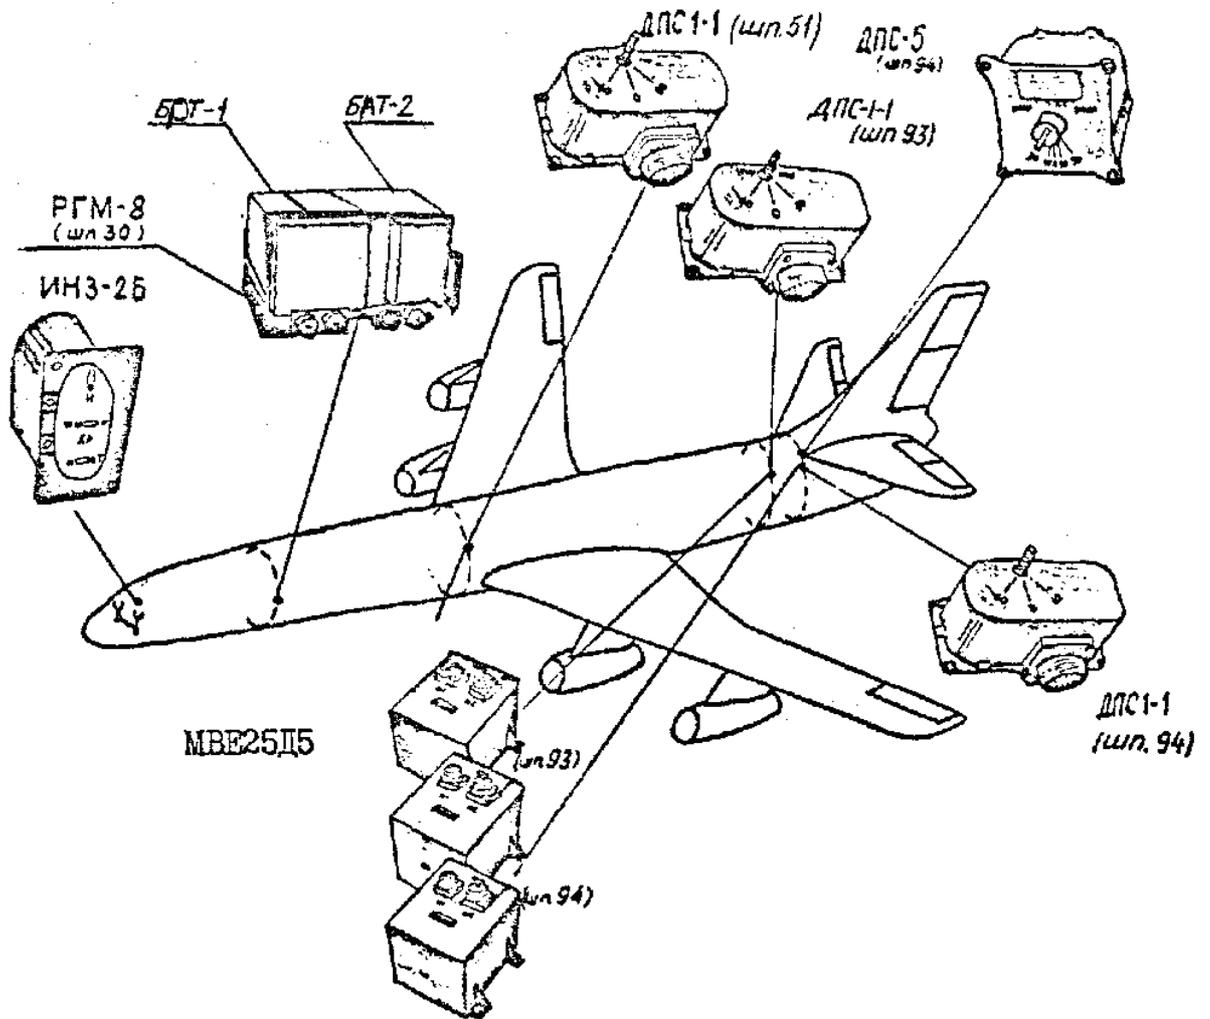

Рис. 2. Размещение системы СТ-1 на самолёте
3.2.3 Состав и размещение (рис. 2).